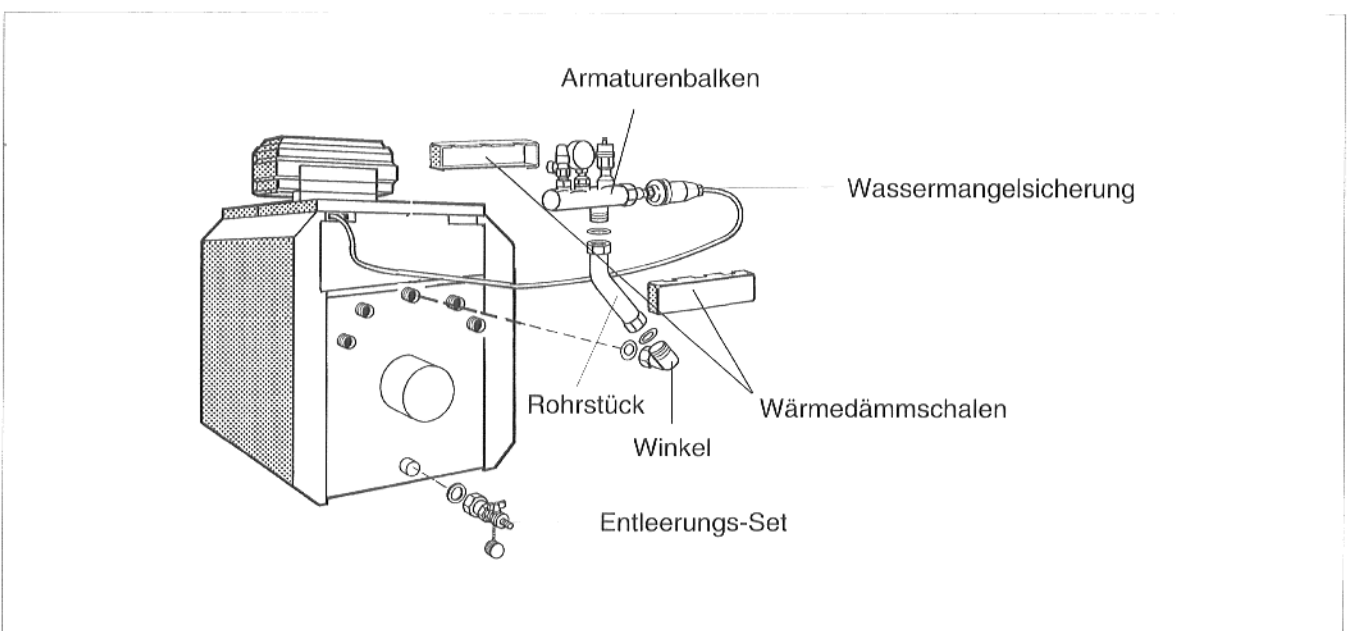

Abb. 2 Heizkessel-Sicherheits-Set KSS am Heizkessel S115 rechts angebaut
2. Nach oben, auf der linken Seite des Heizkessels (Abb. 2).